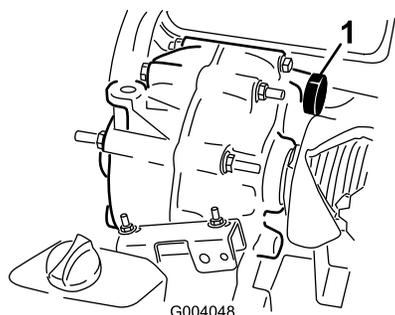

Figura 60
7. Encha o reservatório (Figura 60) através do orifício do tampão de enchimento com aproximadamente 1,4 litros do óleo especificado